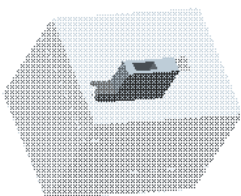

图 26.28 “切除”拉伸特征
Step3. 创建图 26.28 所示的“切除”拉伸特征。
(1) 单击 **模具** 功能选项卡 **形状** 区域中的 按钮，此时系统弹出“拉伸”操控板，将“去除”材料按钮 按下。
(2) 定义草绘截面放置属性。在绘图区中右击，选择快捷菜单中的 **定义内部草绘...** 命令。系统弹出“草绘”对话框，然后选择 MOLD_FRONT 基准平面作为草绘平面，草绘平面的参考平面为 MOLD_RIGHT 基准平面，方位为 **右**，单击 **草绘** 按钮，系统进入截面草绘环境。